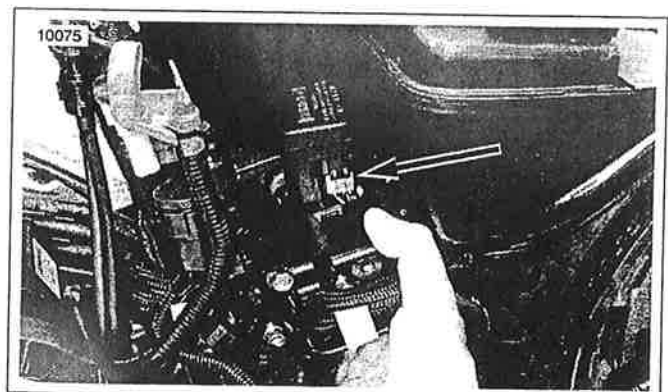

Figura 7-80. Conector [30] del TSM/TSSM
1. Vea la Figura 7-80. Tire el conector [30B] del arnés de cableado hacia arriba a través de la cavidad en la parte inferior de la bandeja de la batería.
3. Vea la Figura 7-80. Alcance debajo de la bandeja de la batería y empuje hacia arriba en el TSM/TSSM para levantarlo de su cavidad.